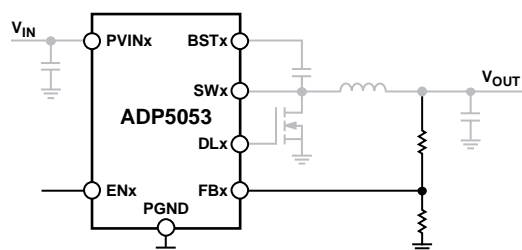

图50. 带高电流走线(显示为灰色)的典型电路
- 确保高电流环路的走线尽可能短而宽。图50显示高电流路径。